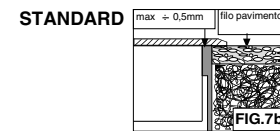
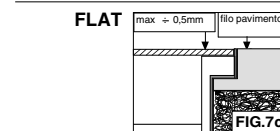

FIG.7b
FIG.7c
- Fissare la cassaforma avendo cura di non tenerla mai al di sotto del filo del terreno (o della superficie di calpestio) o, se fuori terra, tenerla ad un'altezza non inferiore a 0,5 mm FIG.7b-FIG.7c
- Fix the housing paying attention to never keeping it under the ground (or the walking surface) or, if outside the ground, keep it at a height over 0.5mm FIG7b-FIG.7c
- Fixer le boîtier en faisant attention de ne jamais le placer sous le sol (ou le surface de circulation). Le faire dépasser de 5 mm minimum. FIG.7b-FIG.7c
- Das Gehause befestigen, und achten Sie darauf, dass es nicht unter dem Boden steht und nicht unter einer Hoehe von 0,5 mm BILD 7b-FIG.7c